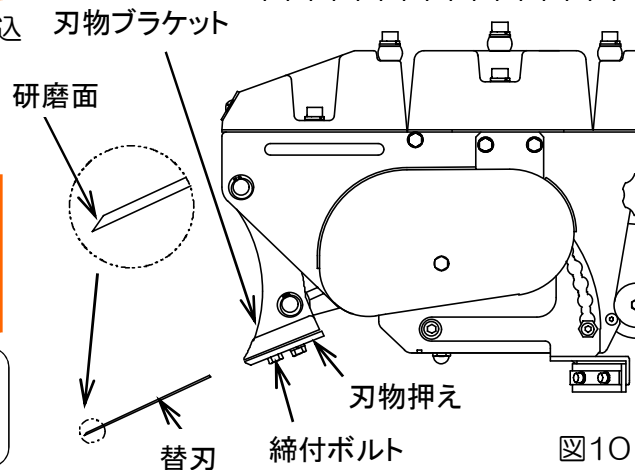

図10
- 〔2〕 刃物の研磨面を上向きに奥まで差込みます。(図10参照)